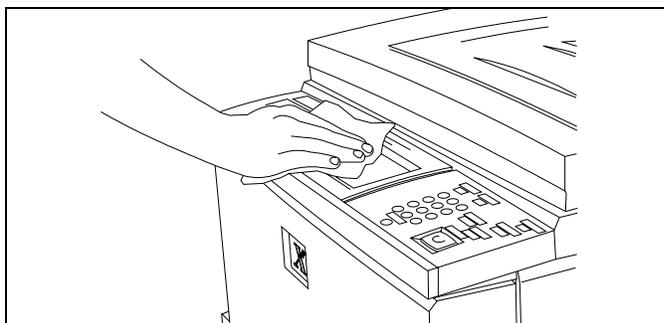

Figure 24
1. Reportez-vous à la Figure 24. Essuyez l'écran tactile à l'aide d'un chiffon non pelucheux propre.